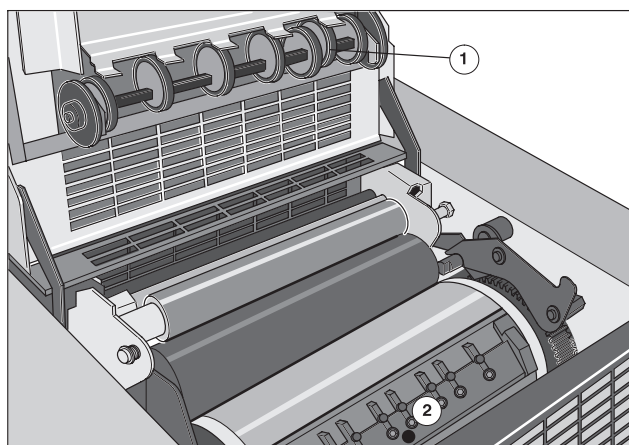

Рис. 9 Направляющие ролики. Зарядка формы
Направляющие ролики (Рис. 9/①) удерживают форму внизу и направляют задний конец формы в заднюю зажимную шину (Рис. 9/②). Задняя зажимная шина закрывается, зажимается и зажимает заднюю кромку формы.